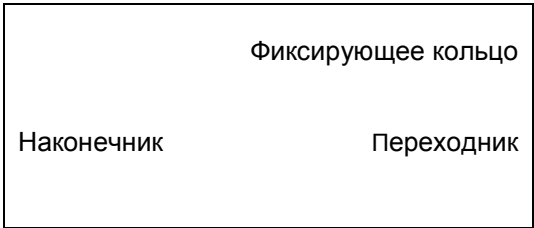

Рис. 2
- 1) Вставьте наконечник в переходник (Рис. 2).
Оттяните фиксирующее кольцо переходника и аккуратно отсоедините наконечник от переходника. (Рис. 2).